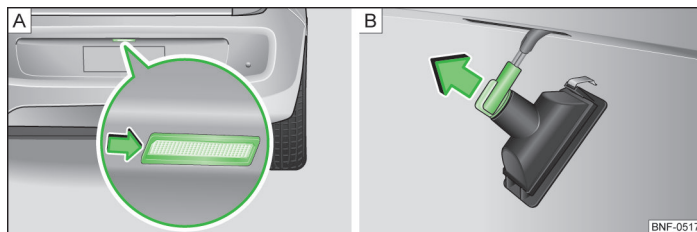

Fig. 130 Înlocuirea becului pentru iluminarea numărului de înmatriculare
- Introduceți un obiect adecvat, subțire, de ex. un vârf de șurubelniță, în degajare, în zona săgeții, și basculați cu atenție înspre afară lampa numărului de înmatriculare din bara de protecție » [fig. 130 - \[A\]](#).
- Rotiți soclul becului **împotriva** sensului acelor de ceasornic și extrageți-l în sensul săgeții » [fig. 130 - \[B\]](#).